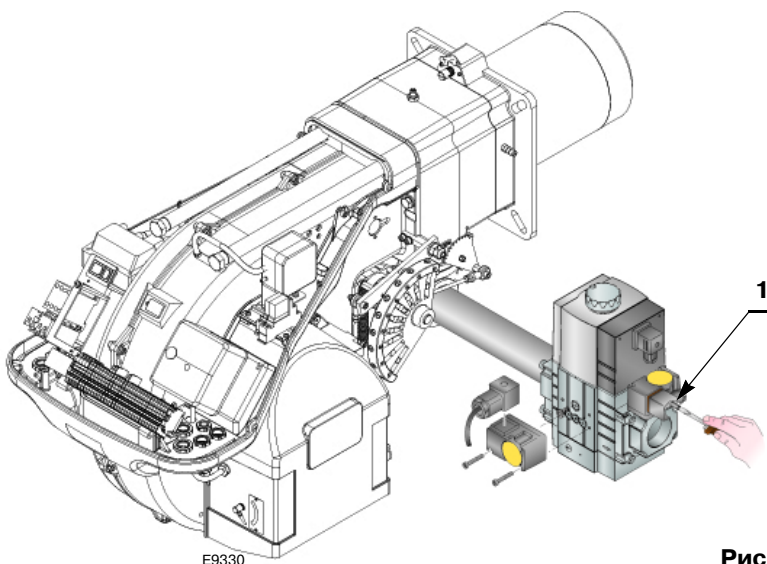

Рис. 25
- Проверьте давление подачи газа, присоединив манометр к штуцеру давления 1)(рис. 25) на прессостате минимального давления газа: оно должно быть ниже, чем максимально допустимое давление на входе газовой рампы, указанное на шильдике с характеристиками.
- Выпустите воздух из трубопровода газовой рампы, присоединив пластиковую трубку к штуцеру давления 1)(рис. 25) на прессостате минимального давления газа. Рекомендуются выводить воздух через пластиковую трубочку за пределы здания до тех пор, пока вы не почувствуете запах газа.